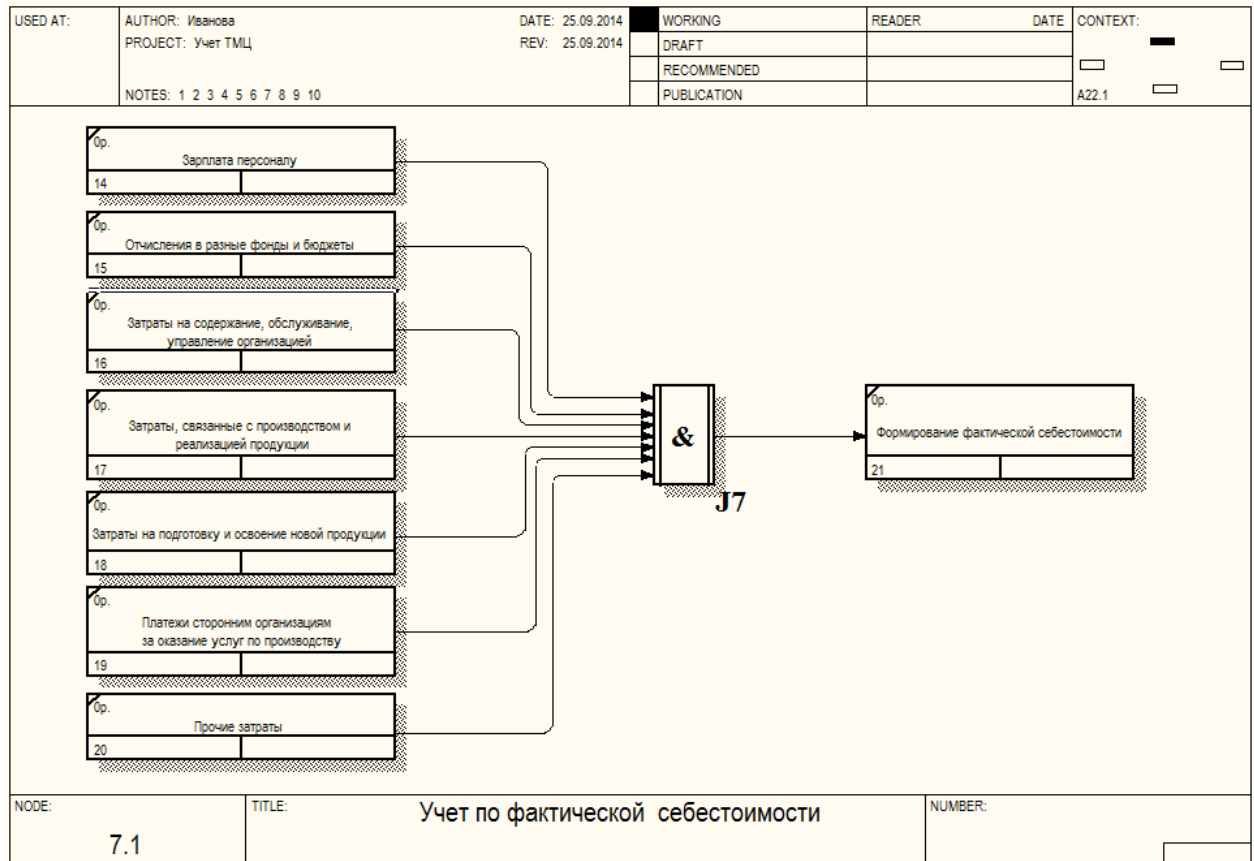

Рис. 52. Декомпозиция 7.1 Учет по фактической себестоимости
- и один перекресток типа *Синхронное И (AND)* (рис. 52).